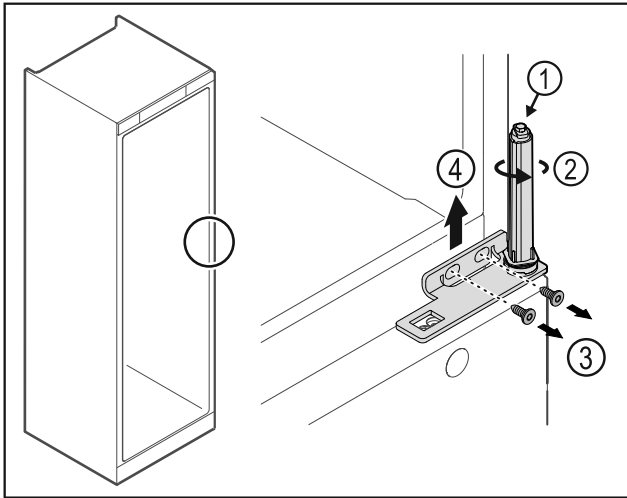

Fig. 22
- Ne pas désassembler le système de fermeture de la porte Fig. 22 (1).
- Tourner le système de fermeture Fig. 22 (2) jusqu'à entendre un clic.
- Desserrer les vis Fig. 22 (3) et retirer l'équerre de charnière par le haut Fig. 22 (4).